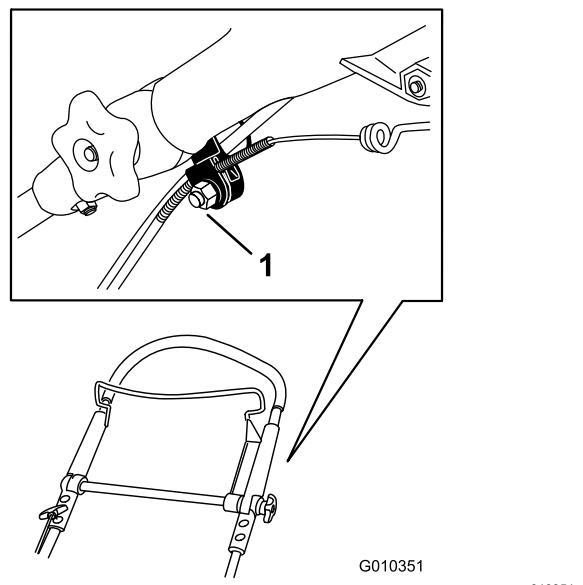

Figure 48
1. Desserrez l'écrou sur le support du câble (Figure 48).